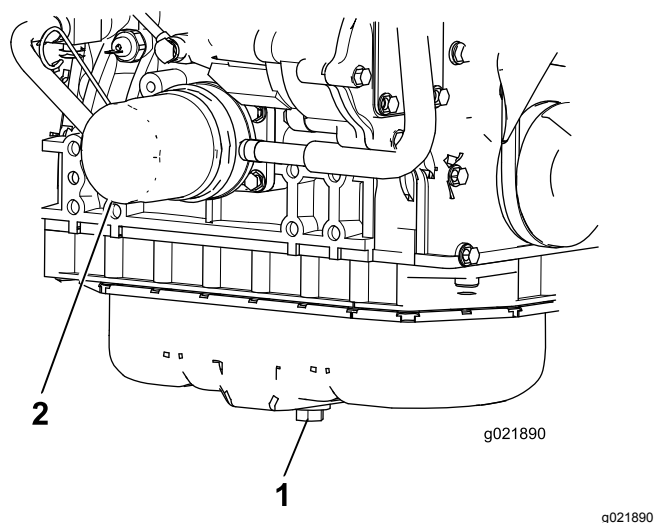

Figura 72
1. Retire el tapón de vaciado y deje fluir el aceite a un recipiente apropiado (Figura 72).
3. Retire el filtro de aceite (Figura 72).